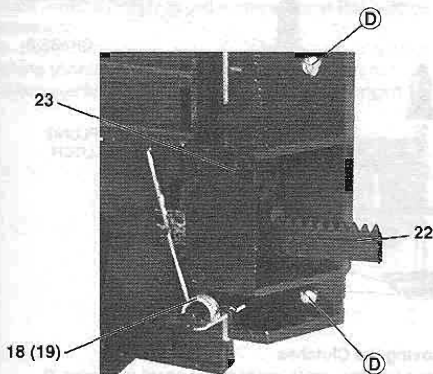

Fig. 5
- Achten Sie dabei auf die Zahnstangen 22 und die Cassettenfachklappen-Federn 18 und 19 (Fig. 5).
- Take care of the toothed racks 22 and the springs 18 and 19 of the cassette compartment lid (Fig. 5).
- Achten Sie auf die Zahnstangen 22 und die Cassettenfachklappen-federn 18, 19 (Fig. 5).
- Take care of the toothed racks 22 and the springs 18, 19 of the cassette compartment lid (Fig. 5).